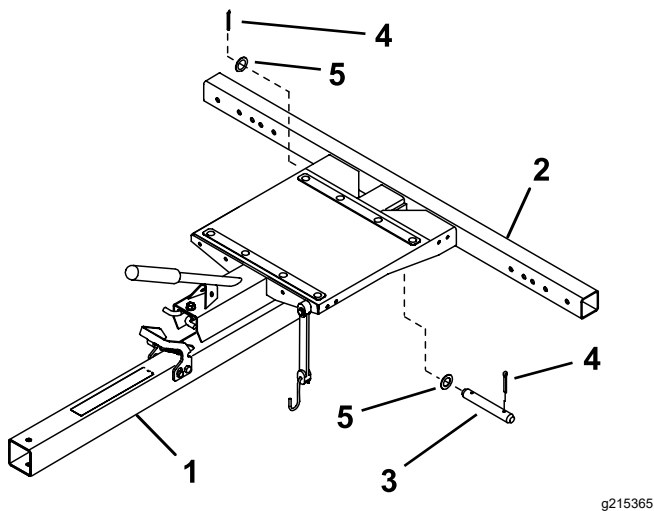

Figura 1
1. Introduzca la barra de remolque en el bastidor, alineando los orificios de montaje traseros (Figura 1).
2. Fije la barra de remolque en el conjunto del chasis con un 1 pasador de horquilla, 2 arandelas y 2 pasadores de chaveta (Figura 1).